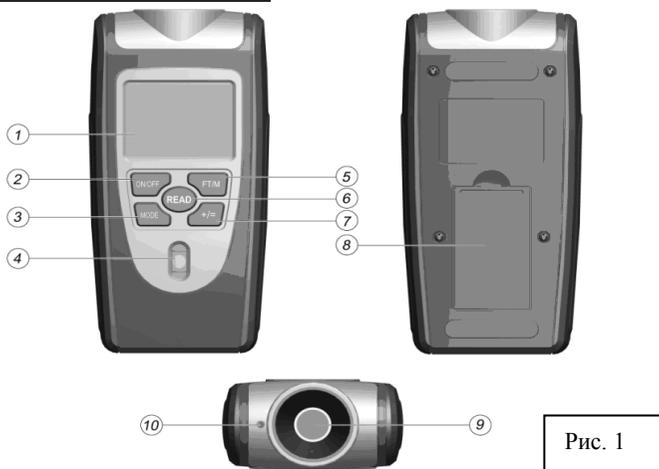

Рис. 1
**ОПИСАНИЕ УСТРОЙСТВА (Рис. 1)**
1. Для включения дальномера один раз нажмите кнопку “ON/OFF” (2, рис.1), прозвучит короткий звуковой сигнал и загорится дисплей дальномера.
2. Направьте дальномер на измеряемую поверхность под прямым углом (для удобства в данной модели дальномера имеется встроенный пузырьковый уровень) и нажмите кнопку “READ” (6, рис.1). Лазерный указатель покажет место, куда прибор направлен и с которого будут сниматься показания.
5. По умолчанию, измерения производятся в метрах и сантиметрах. Для перевода в английскую систему измерений нажмите кнопку “FT/M” (5, рис.1).
1. Нажимая кнопку "MODE" (3, рис.1), выберите режим измерения площади, при этом экране высветится значок режима "Площадь" .
5. Повторное нажатие кнопки "READ" (6, рис.1) будет переключать прибор между данными измерений длины "L" и ширины "W".
4. Для сложения измерений нажмите кнопку “+/=” (7, рис.1). Сумма значений появится в нижней части ЖК-дисплея.